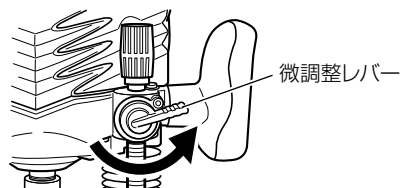

図 5
- (1) ルータを平らな材料の表面に置きます。
- (2) 微調整レバーを反時計方向に止まるまで回します。(図5)
- (3) ちょうボルトをゆるめ、ストップボールをストップブロックに当てます。
- (4) ロックレバーをゆるめ、ビットの先端が材料の表面に軽く当たるまで本体を押し下げます。